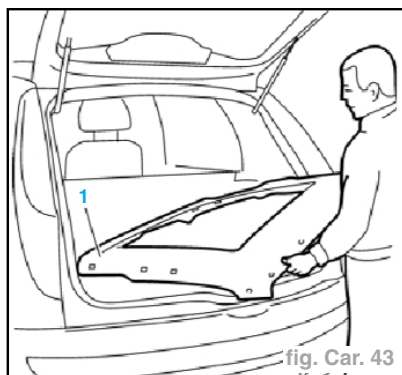

fig. Car. 43
- Déposer le revêtement de pavillon et le retirer du hayon (1) (fig. Car. 43).